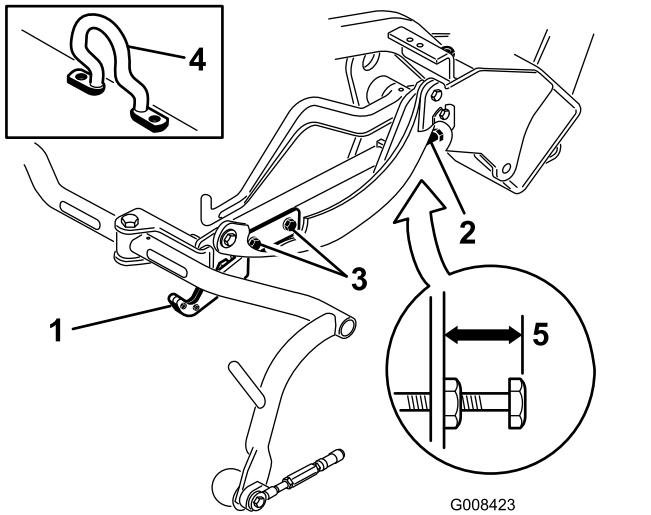
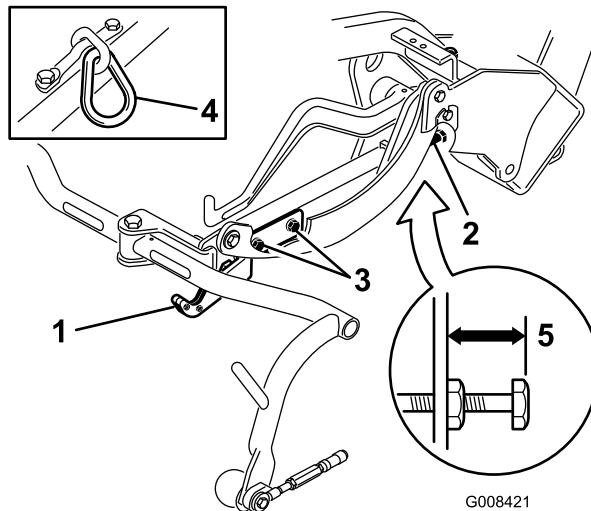
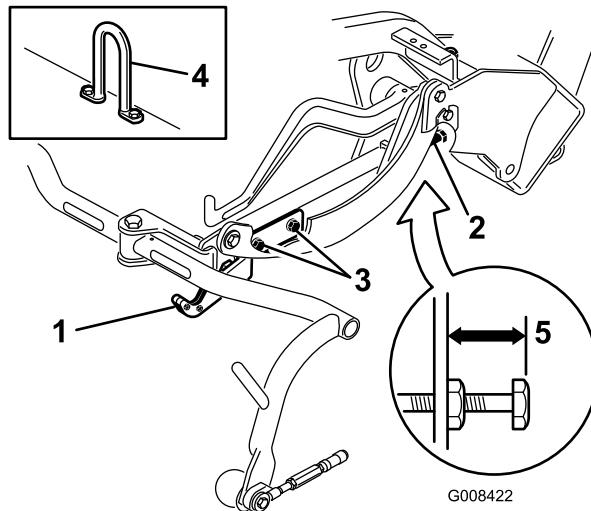

Figura 11
Figura 12
Figura 13
Controllate l'altezza di trasferimento (Figura 12 e Figura 13) e regolatela se necessario.
- Sugli apparati di taglio dotati di un gancio di sollevamento sfalsato (riquadro Figura 11), verificate che la distanza dalla parte superiore della vite di regolazione del telaio portante alla parte posteriore del telaio portante sia pari a 25 mm. Se la distanza non è di 25 mm, passate al punto 4.
- Sugli apparati di taglio dotati di un gancio di sollevamento sfalsato (riquadri Figura 12 e Figura 13), verificate che la distanza dalla parte superiore della vite di regolazione del telaio portante alla parte posteriore del telaio portante sia pari a 22 mm. Se la distanza non è di 22 mm, passate al punto 4. Se l'elemento di taglio è dotato di gancio di sollevamento sfalsato (Figura 11), passate al prossimo punto.
- Allentate le viti di montaggio della piastra di trasferimento (Figura 12, Figura 13 e Figura 11).
7. Se i telai portanti non si trovano alla stessa altezza, allentate il controdado della vite di regolazione del telaio portante (Figura 11, Figura 12 e Figura 13). Ruotate la vite, svitandola per sollevare il telaio e avvitandola per abbassarlo. Serrate il controdado una volta raggiunta l'altezza corretta.